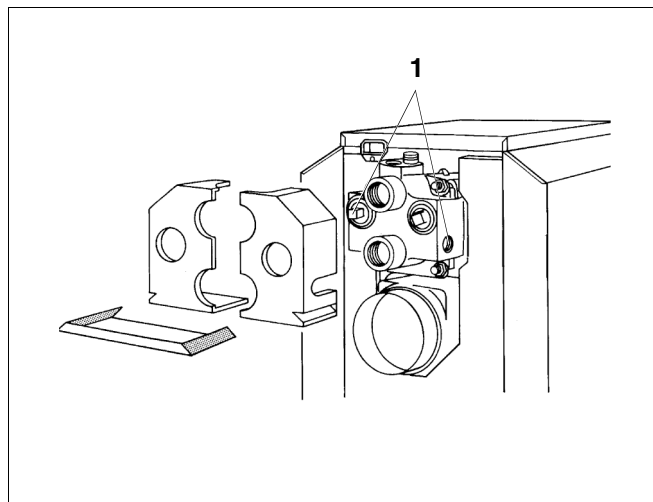

Abb. 5 Stopfen und Dichtungen entfernen
- Stopfen und Dichtungen entsprechend Abb. 5 aus dem Anschlussformstück entfernen.